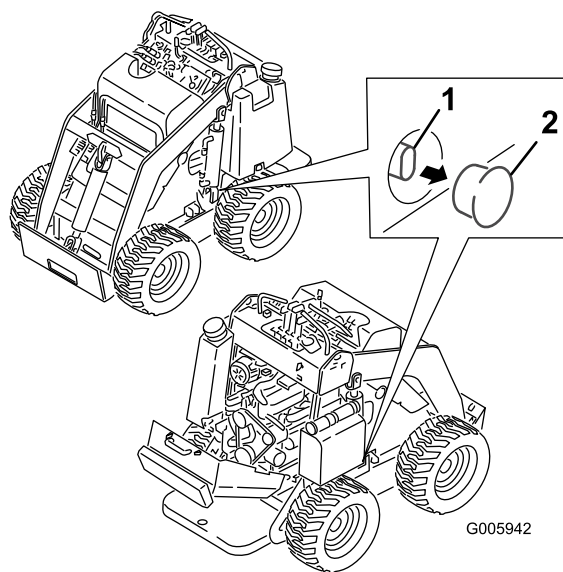

図 18
2. 各燃料タンクの下にあるプラグ（牽引バルブのカバー）を外す（図 18）。